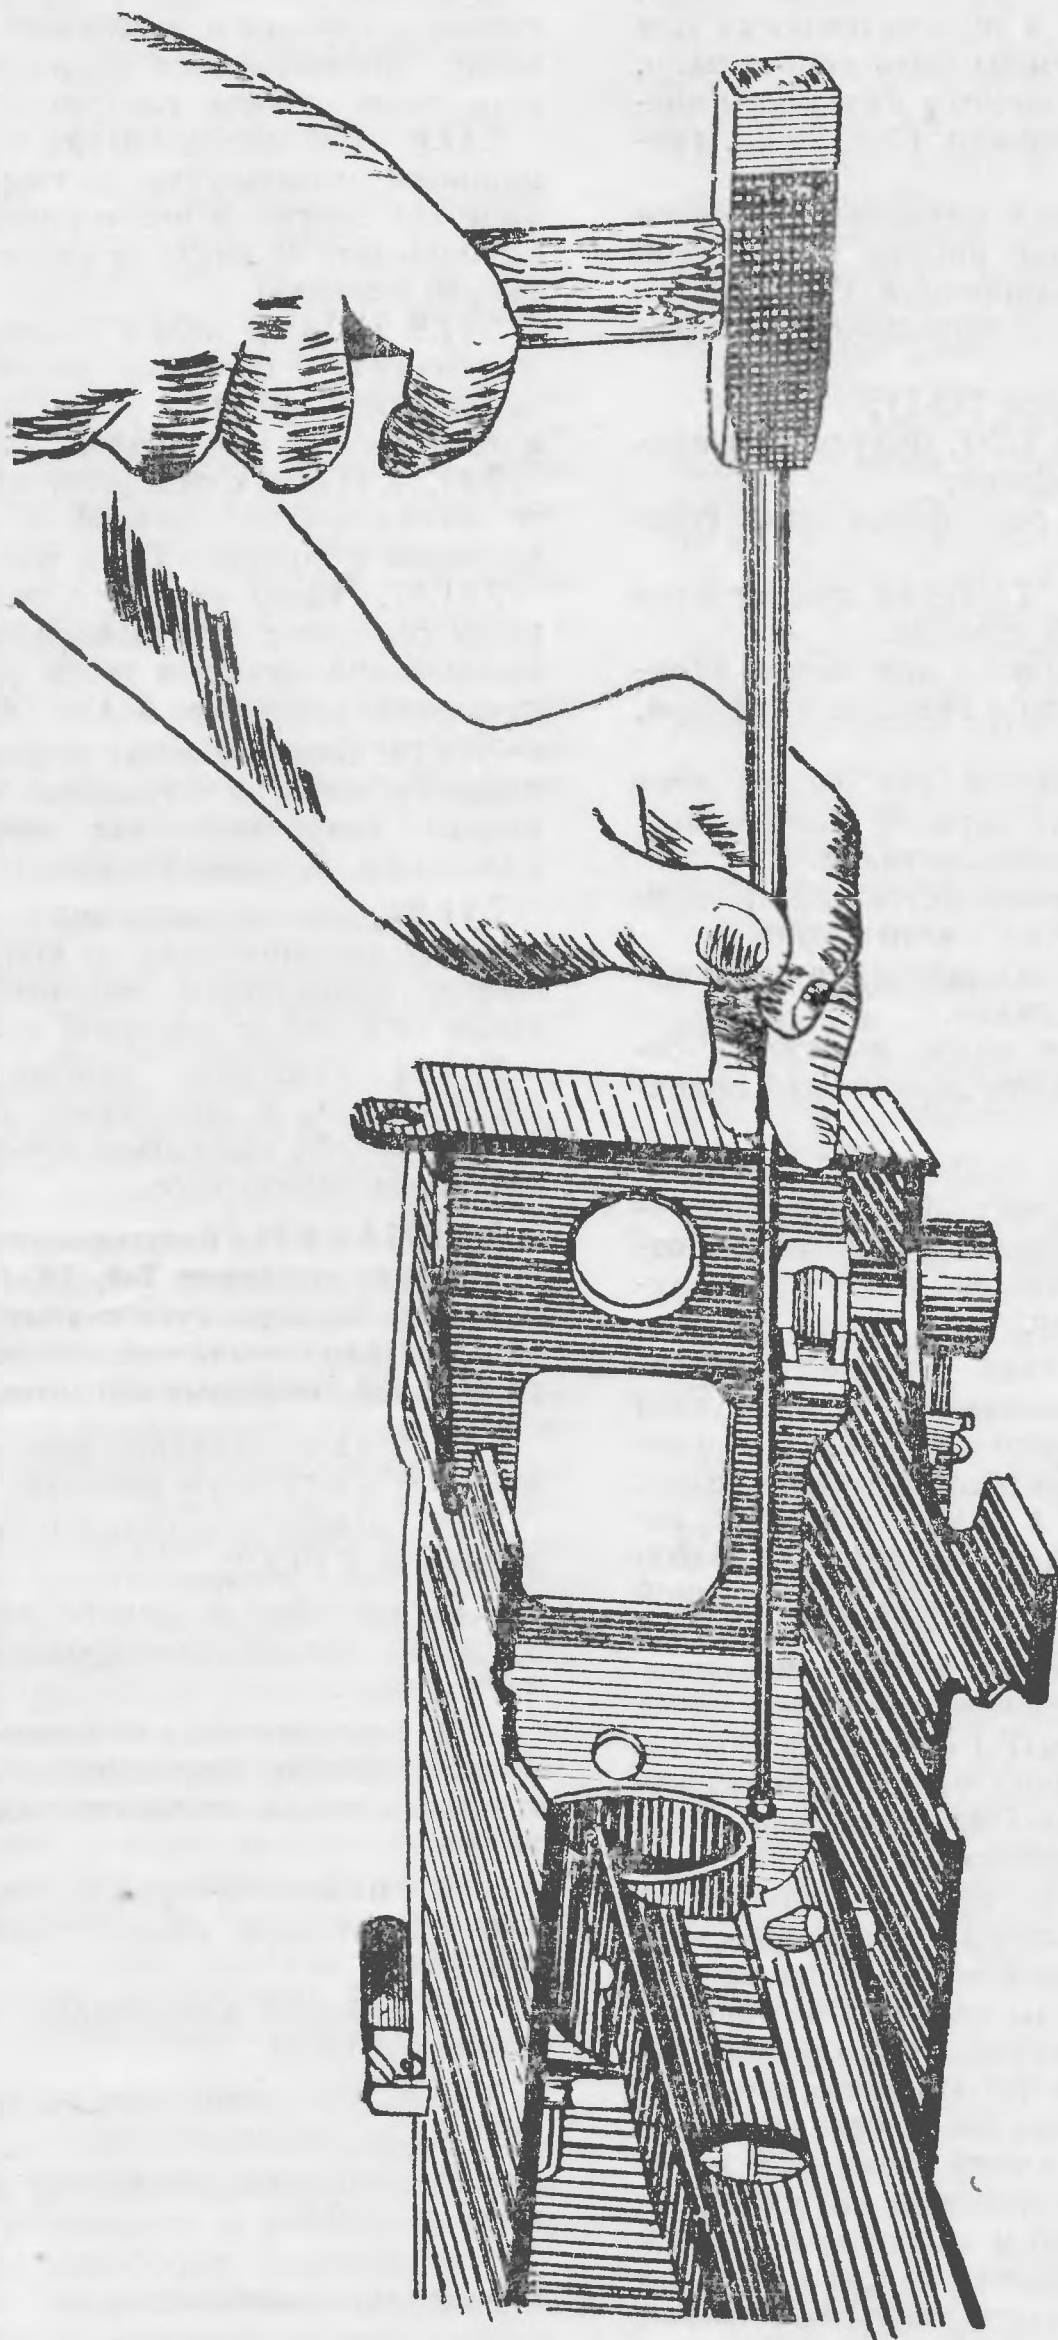

Рис. 7.24
- 2) вставьте в гнездо затыльника стопор с пружиной, подожмите его до совмещения отверстий в стопоре и бобышке затыльника и забейте штифт, используя выколотку Ø5 и молоток (рис. 7.24).